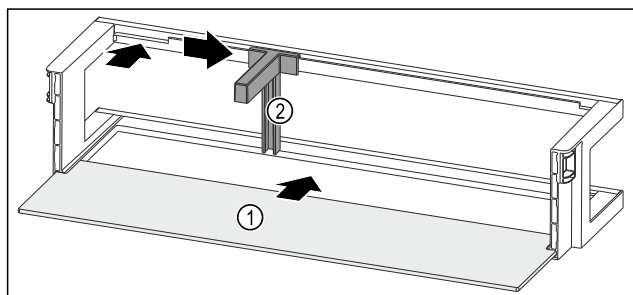

Fig. 184 Дверная полка со съемной полкой
- ▶ Вдвиньте съемную полку Fig. 184 (1) в боковые пазы.
- ▶ Установите держатель для бутылок Fig. 184 (2) в выемку.
- ▶ Сместите держатель для бутылок Fig. 184 (2) в нужное положение в сторону.